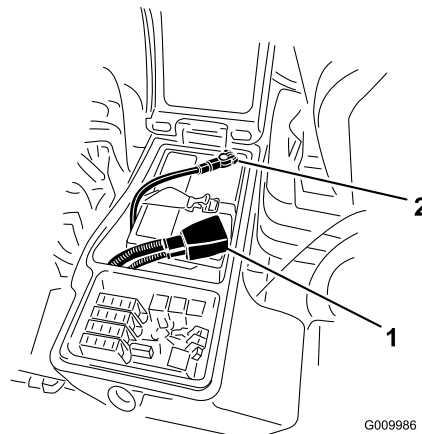

Figura 37
4. Conecte el cable positivo (rojo) al borne positivo (+) y el cable negativo (negro) al borne negativo (-) de la batería (Figura 37). Fije los cables a los bornes con tornillos de caperuza y tuercas. Asegúrese de que el terminal positivo (+) está colocado a tope en el borne, y que el cable está colocado junto a la batería. El cable no debe entrar en contacto con la tapa de la batería. Deslice la cubierta de goma sobre el terminal positivo para evitar posibles cortocircuitos eléctricos.